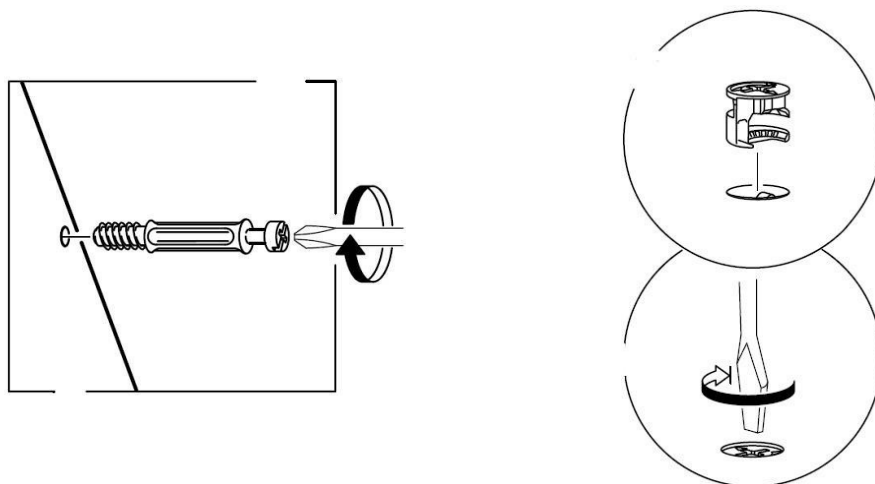

Рис. 1
1. В боковые стенки (11) и (12), перегородку (18) в имеющиеся отверстия установить эксцентрики Rastex 15\22 (высокие), таким образом, чтобы стрелка была повернута в сторону отверстия в торце.
2. В передний щит (13), горизонтальный щит (15), задний щит (17), дно (19), задние планки (20) в имеющиеся отверстия установить эксцентрики Rastex 15\16 (низкие), таким образом, чтобы стрелка была повернута в сторону отверстия в торце.
3. В установленные муфты эксцентриковых стяжек в боковых стенках (11) и (12), перегородке (18), переднем щите (13), верхнем щите (10) ввернуть дюбели DU644, в соседние отверстия установить шканты (рис.1 и схема сборки).
1. В стенки тумб (32), (33), (34), (35), нижние щиты тумб (31), задние стенки тумб (36) в имеющиеся отверстия установить эксцентрики Rastex 15\16 (низкие), таким образом, чтобы стрелка была повернута в сторону отверстия в торце.
2. В установленные муфты эксцентриковых стяжек в стенках тумб (32), (33), (34), (35), крышках тумб (30) ввернуть дюбели DU644, в соседние отверстия установить шканты (рис.1 и схема сборки).